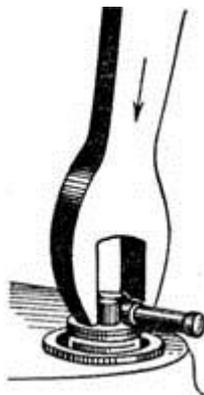

Рис. 88. Снятие стопорных штифтов пружин муфты сцепления.
5. Сжав ключом пружину сцепления (рис. 88), вынуть стопорный штифт. При этой операции на второй конец ключа нужно намотать тряпку, чтобы губки ключа не врезались в руку. Нажимать следует строго перпендикулярно дискам сцепления, иначе ключ соскочит. Аналогично вынимаются другие штифты.